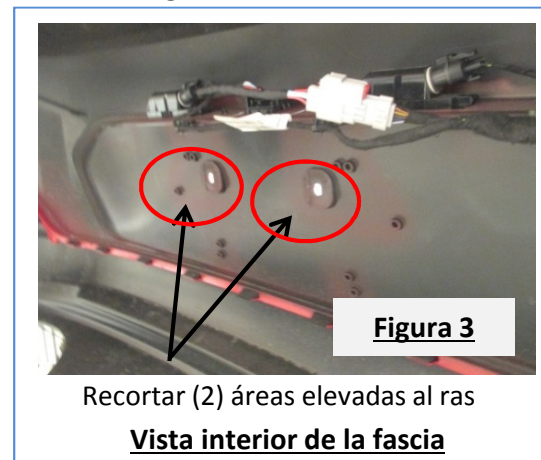

Figura 3
7. **Recortar la fascia:** con ayuda de una navaja utilitaria, recortar (2) áreas elevadas situadas en el interior de la fascia, a ras de la superficie interior de la fascia. **Ver la Figura 3.**